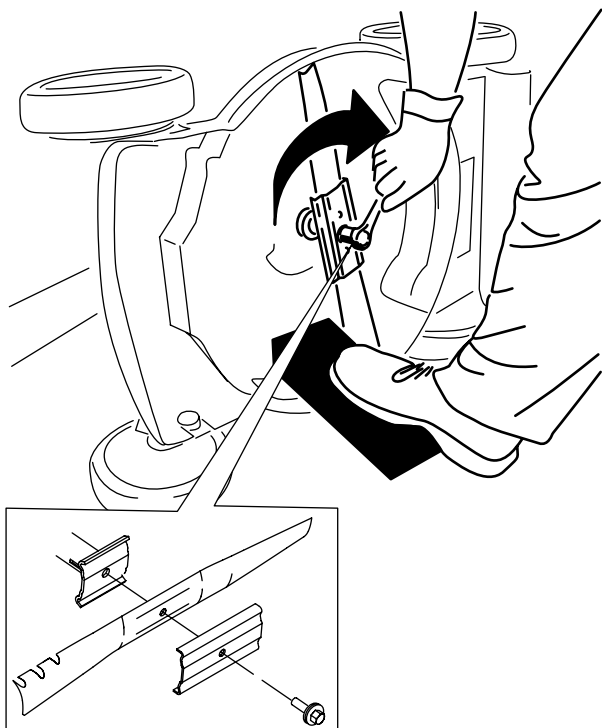

Figure 28
5. Montez la nouvelle lame et toutes les fixations (Figure 28).
1. Tournez l'écrou de réglage dans le sens antihoraire pour desserrer le réglage du câble (Figure 28).